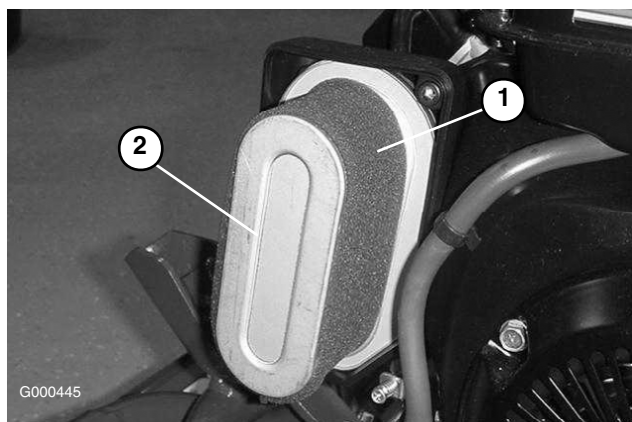

Figure 22
3. Si l'élément en mousse est encrassé, sortez-le de l'élément en papier (Figure 22). et nettoyez-le soigneusement.